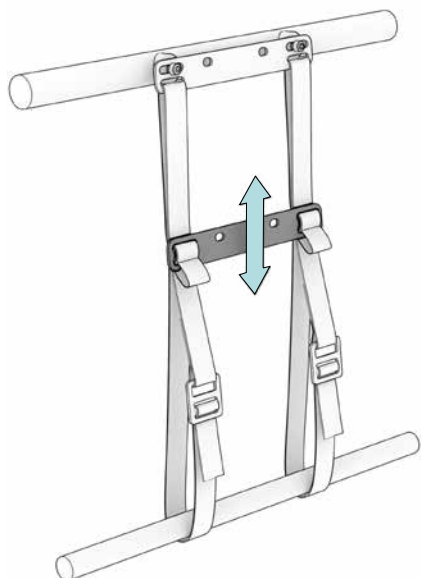

Fig. 12
La hauteur de la tôle de fixation (8) s'ajuste en trois étapes. Desserrez les sangles, réglez la hauteur de la tôle, puis refixez les sangles (fig. 12).